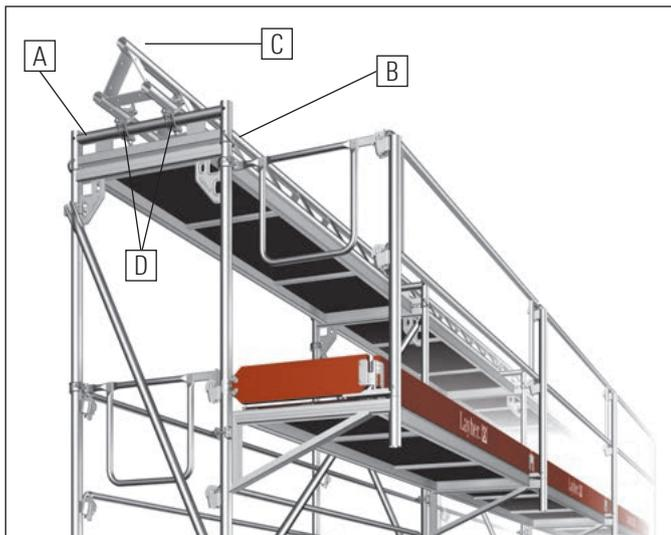

Bild 17
Die Adapter (A) für die Fahrschiene werden auf das Traggerüst aufgesteckt und mit Fallsteckern (B) gesichert. Die Fahrschiene (C) wird auf den Adapterstücken mittig ausgerichtet und an den Untergurten mit zwei Normalkupplungen (D) befestigt (Bild 17).